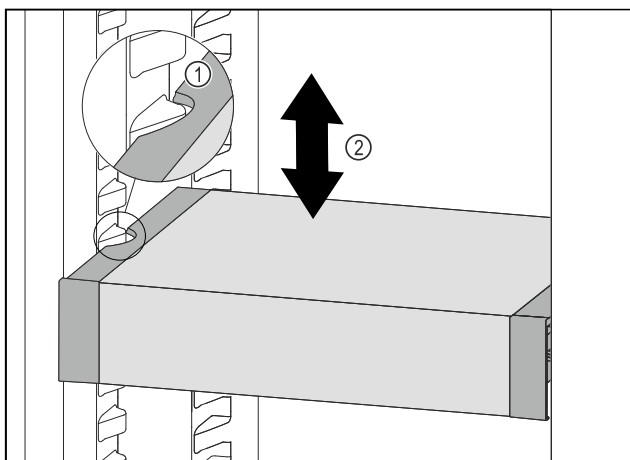

Fig. 118
- ▶ Trekk VarioSafe forover, til utsparingene på sidene av VarioSafe er på nivå med rillene i kjøleskapet. Fig. 118 (1)
- ▶ Flytt VarioSafe oppover eller nedover i kjøleskapet, til ønsket høyde er nådd. Fig. 118 (2)